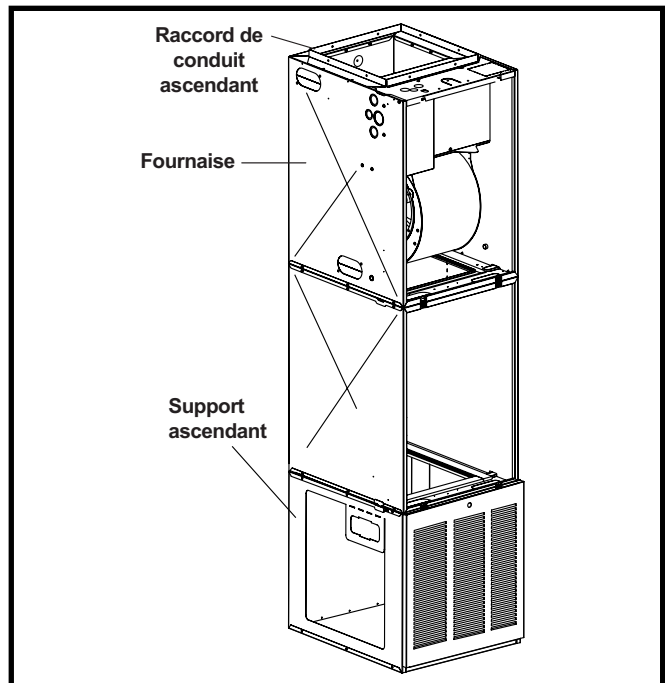

Figure 13. Système d'air de reprise au-dessus du plancher avec support ascendant
2. Utilisez le support ascendant en option (reportez-vous aux caractéristiques techniques pour obtenir le numéro de pièce) avec des filtres ou construisez une plate-forme de montage renforcée dans le placard. Voyez la Figure 13 (page 9).
6. Utilisez le raccord de conduit ascendant en option ou un raccord fourni sur place pour fixer la fournaise au conduit d'alimentation aérien. Voyez la Figure 13.